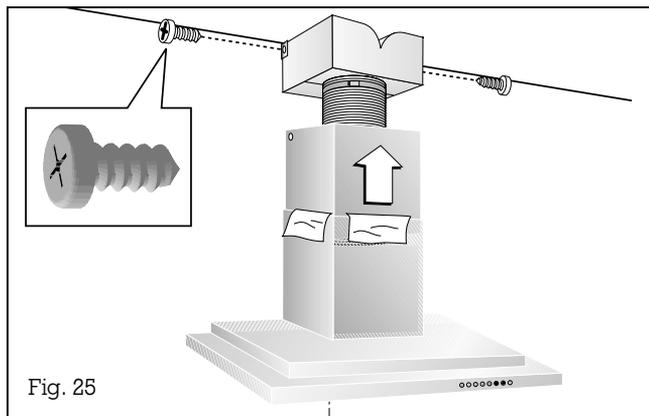

Fig. 25
- Tirate la parte superiore del camino verso l'alto collocandola nella posizione finale e fissatela con 2 viti sul supporto soffitto (Fig. 25).